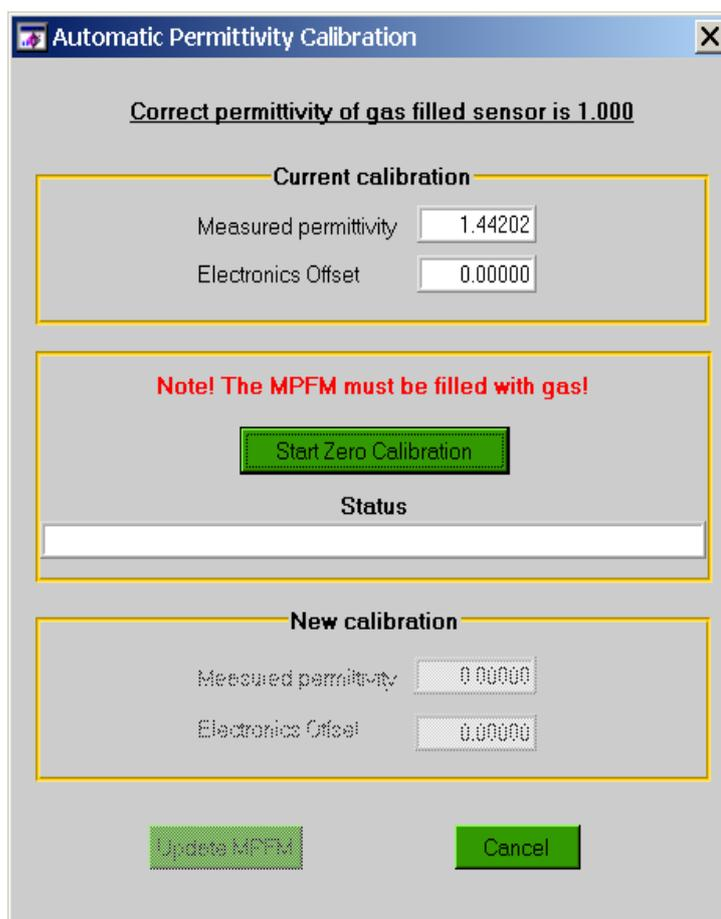

Рисунок 1. Диалоговое окно калибровки нуля емкостного сопротивления
- Если диэлектрическая проницаемость отклоняется более чем на $\pm 0,05$, выполните калибровку нуля (см. рисунок 1), представленную в меню «Опции».